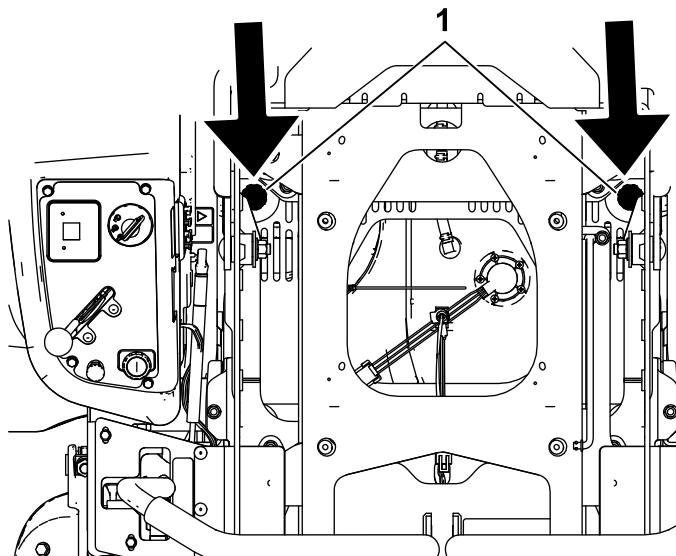

**Figura 82**
3. Retire o painel de admissão de ar, o arrancador de retrocesso e a caixa da ventoinha (Figura 82).
5. Instale o painel de admissão de ar, o arrancador de retrocesso e caixa da ventoinha (Figura 82).